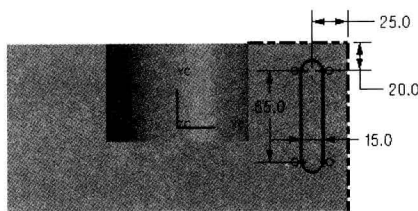

图 3.4.18 截面草图
(2) 绘制特征的截面草图。
① 绘制草图轮廓。绘制图 3.4.18 所示的截面草图的大体轮廓。
② 建立尺寸约束。标注图 3.4.18 所示的四个尺寸。
③ 完成草图绘制后，选择下拉菜单**任务(T) → 完成草图(F)**命令（或单击工具条中的**完成草图**按钮）退出草图环境。